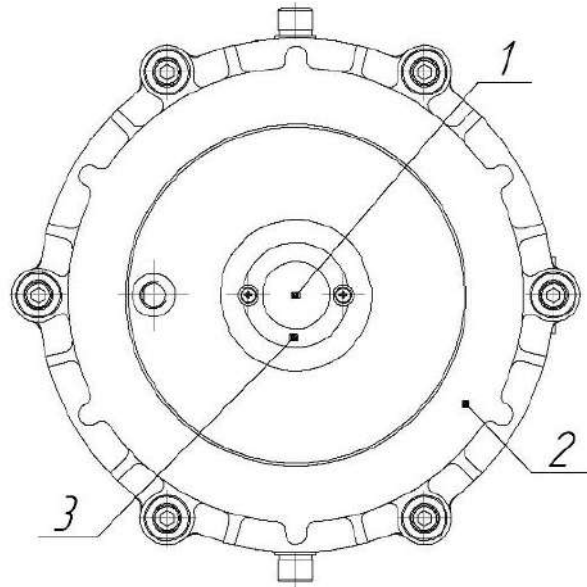
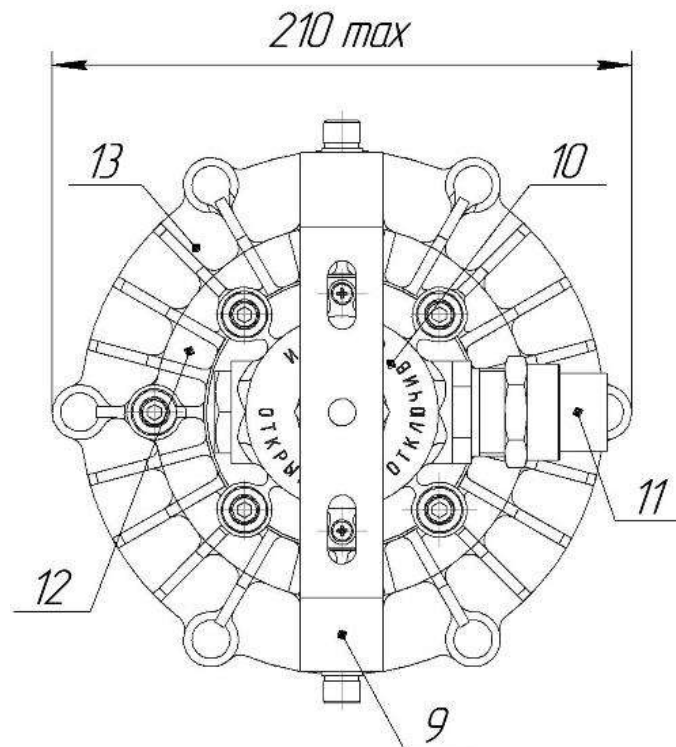

Рисунок 1
Рисунок 3
1.4.1 Светильник полупроводниковый взрывозащищенный типа СПВ-220-005 (см. Рисунок 1) состоит из корпуса (поз.13), кольца (поз.2), крышки (поз.10), крышки (поз.12), модуля светодиодного (поз.1), стекла (поз.7), источника питания (поз.6), кабельного ввода (поз.11), кронштейна (поз.9), крепежных элементов.
1.4.2 Назначение составных частей светильника (см. Рисунок 1):
- снять крышку (Рисунок 3 поз.10)
- провести питающий провод через кабельный ввод (Рисунок 3 поз.11) в крышке (Рисунок 3 поз.10) и подключить сетевой провод к клеммам L,N, \perp
- откручивать винты, фиксирующие кольцо (Рисунок 1 поз.2) и корпус (Рисунок 3 поз.13);
- откручивать винты, фиксирующие корпус (Рисунок 3 поз.13) и крышку (Рисунок 3 поз.12).